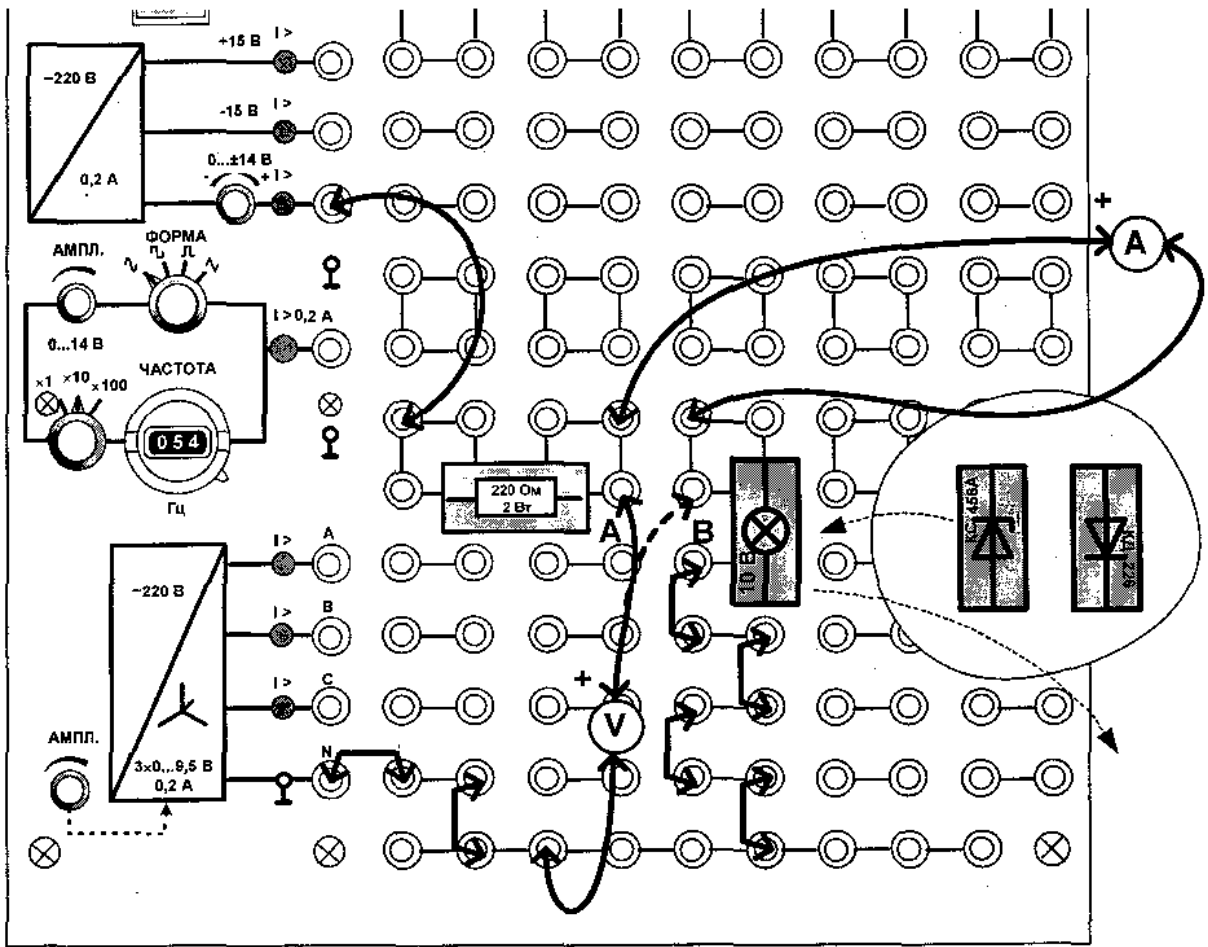

Рис. 11.3 Монтажная схема
1. Соберите цепь (рис.11.2.а) для снятия вольтамперной характеристики диода и стабилитрона. Монтажная схема изображена на рис. 11.3. Обратите внимание, что вольтметр и амперметр в этой схеме своими положительными клеммами могут быть подключены к точке «А» либо к точке «Б».